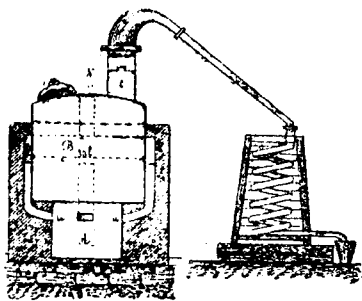

Рис. 34.
Травленная подсмольная вода заливается в количестве 100 ведер в куб. (B) (рис. 34), куб железный вмазан в кирпичную кладку так, что из топки (A) топочные газы идут по четырем каналам (a , a) и собираются в общем кольцевом канале (b), и уходят из него в дымоход (N), а пары проходят через медный зме-